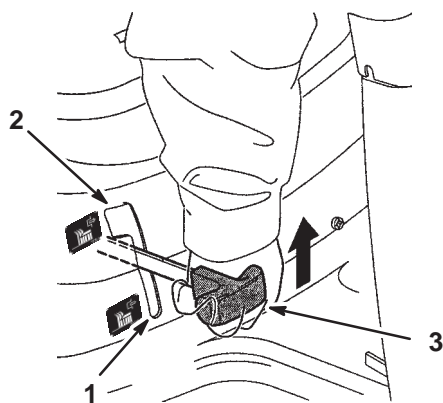

Figure 4
2. Lentement, placez la commande de lame (PdF) en position embrayée (Fig. 4).
2. Mettez la commande des lames (PdF) en position débrayée (Fig. 4).